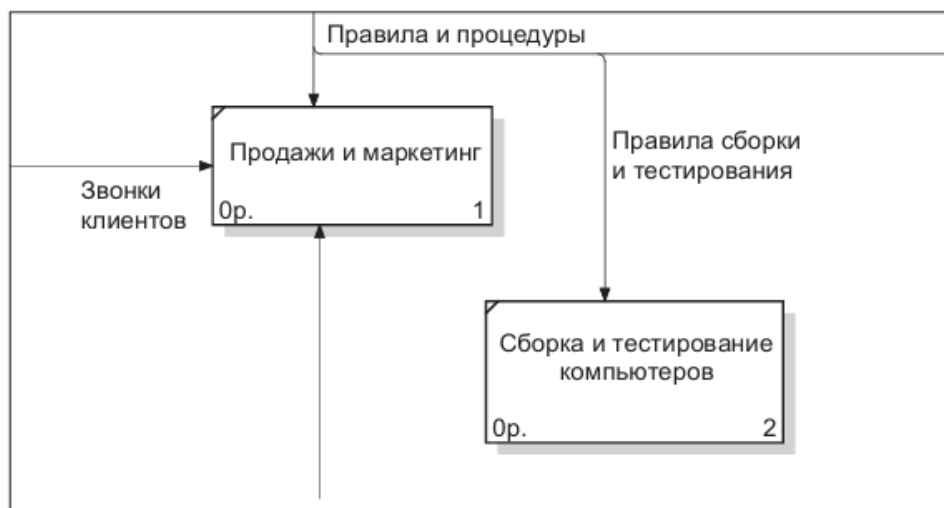

Рисунок 2 – Стрелка «Правила сборки и тестирования»
3.2. Правой кнопкой мыши щелкните по ветви стрелки управления работы «Сборка и тестирования компьютеров» и переименуйте ее в «Правила сборки и тестирования» (рисунок 2).